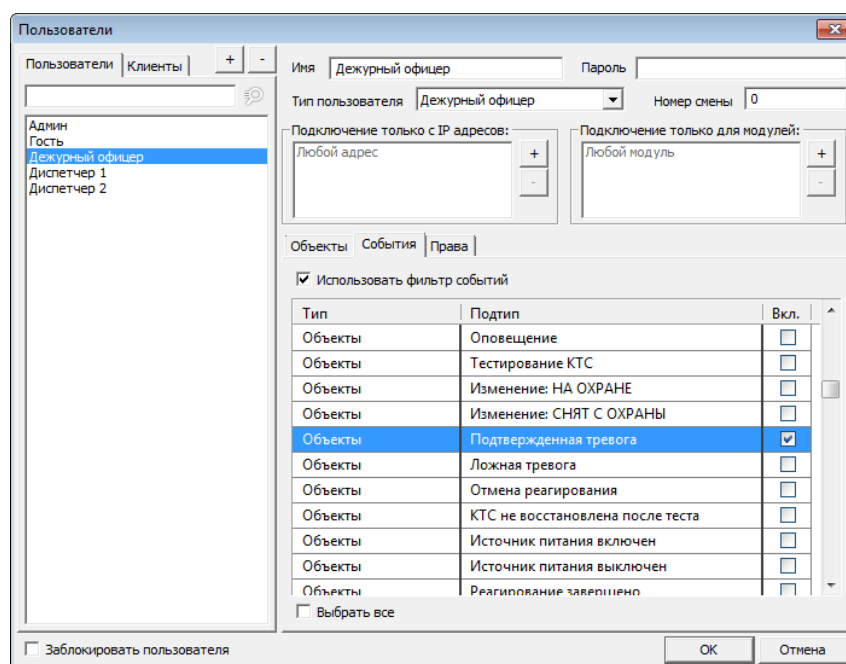

Рисунок 26.5 — Назначение фильтра событий дежурному
- 2.3. на вкладке **События** установите флажок в поле *Использовать фильтр событий* и выберите событие *Подтвержденная тревога* (см. рисунок 26.5). Убедитесь, что флажок для события *Тревога* отсутствует.